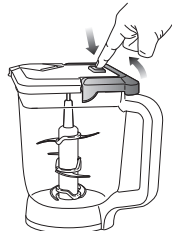

Fig. 8
- 16 Para alimentos de mayor consistencia, retire antes la tapa presionando el botón de liberación y tirando del mango hacia arriba en un ángulo de 90 grados para quitar la tapa de la jarra. Luego, retire las cuchillas apiladas con cuidado sosteniéndolas de la parte superior del vástago. Coloque las cuchillas apiladas lejos del área de trabajo para evitar el contacto accidental. Por último, vacíe el contenido de la jarra. **(Fig. 8)**